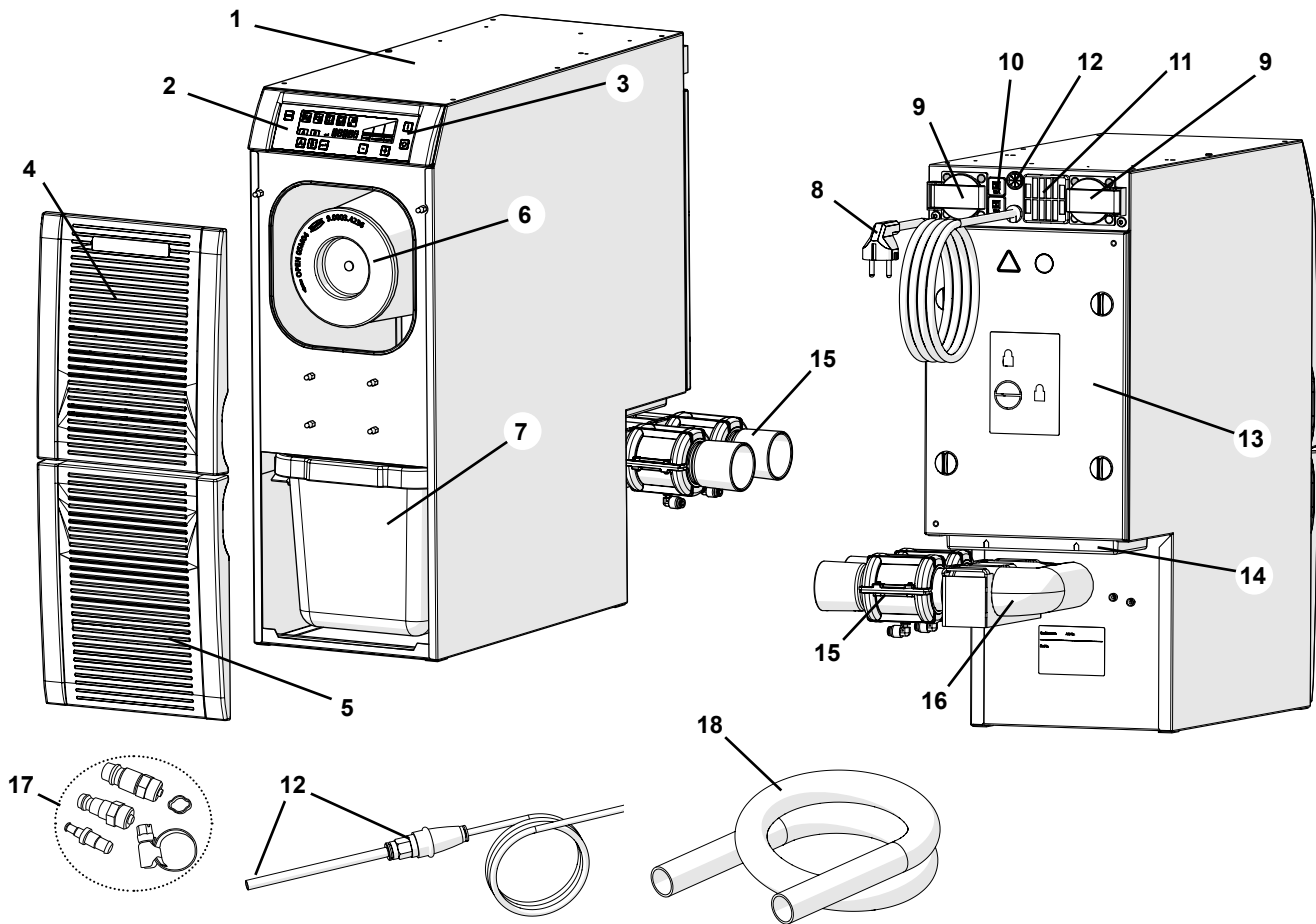

图 1
- 排气孔（14，图1）不能被堵塞。
⇒ 按开/关键关机（3，图1）。
⇒ 从连接套装中（17，图1）选择适当的连接管，并与管的尾部连接。